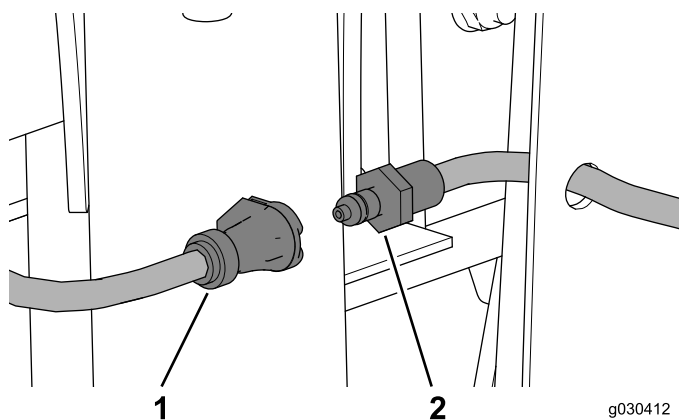

Figura 62
1. Desligue o tubo de lavagem (Figura 62).